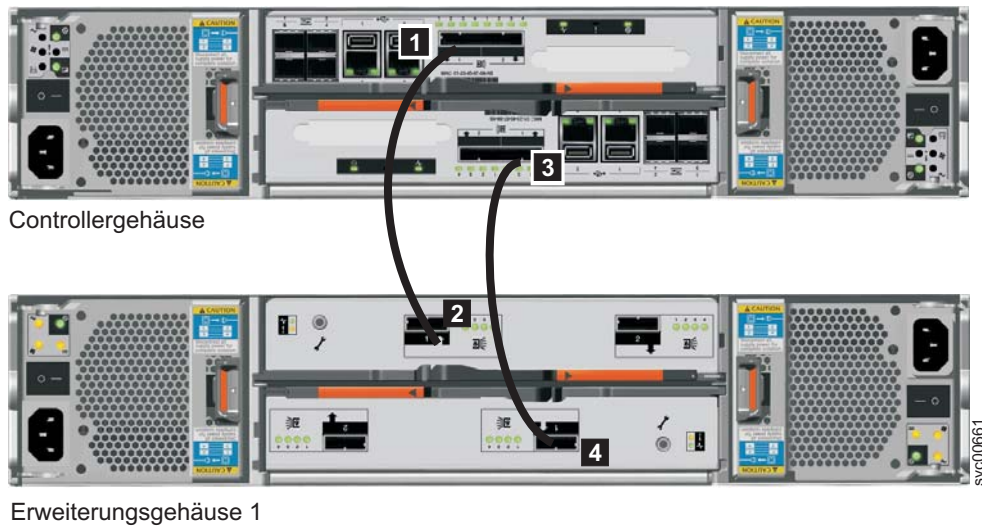

Abbildung 12. Erweiterungsgehäuse an Controllergehäuse anschließen
2. Verbinden Sie die SAS-Kabel des Controllergehäuses mit dem ersten Erweiterungsgehäuse, wie in Abb. 12 auf Seite 18 gezeigt. Entfernen Sie die Schutzhüllen, falls erforderlich. Das erste Erweiterungsgehäuse befindet sich unterhalb des Controllergehäuses.